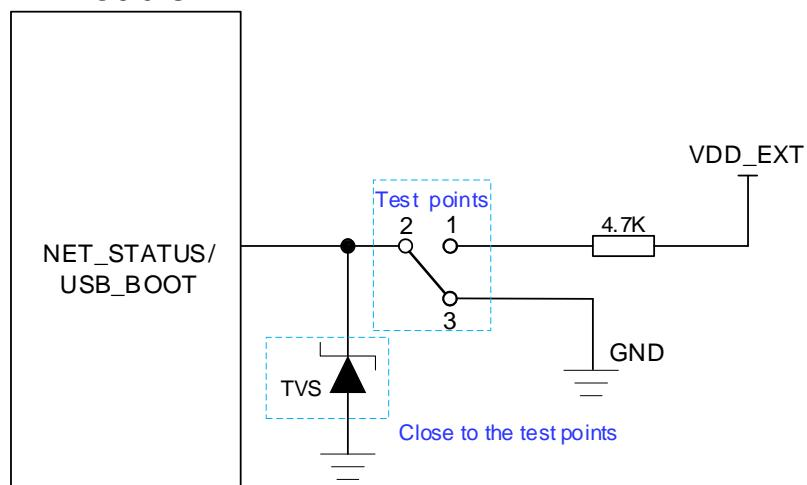

图 15: USB_BOOT 参考设计电路图
- 使用 MCU 控制模块进入强制下载模式时需按照如上时序图进行控制, 如需手动进入强制下载模式, 请按照 **图 15** 所示短接测试点即可。